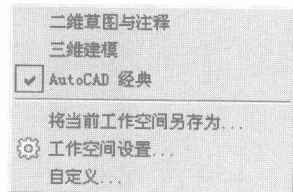

图 1-6 按钮菜单
- 单击状态栏上的“切换工作空间”按钮，从弹出的按钮菜单中选择所需工作空间，如图 1-6 所示。